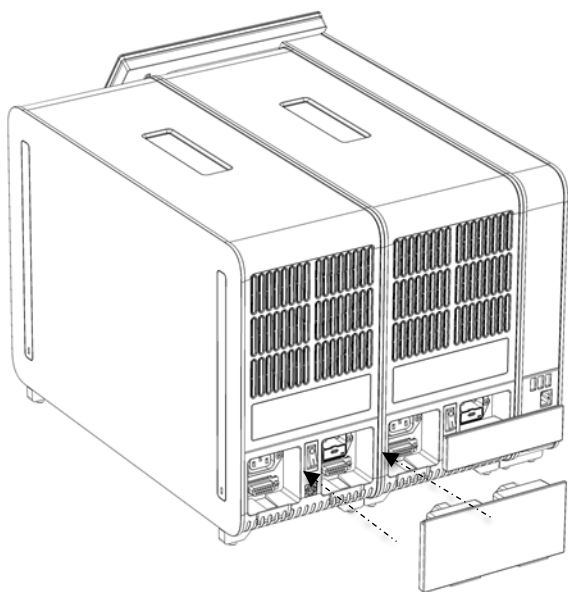

図 18.解析/解析モジュールブリッジを接続。
6. QIAstat-Dx Analyzer 1.0 の背面に解析/解析モジュールブリッジを接続して、2 個の解析モジュールを接続します (図 18)。